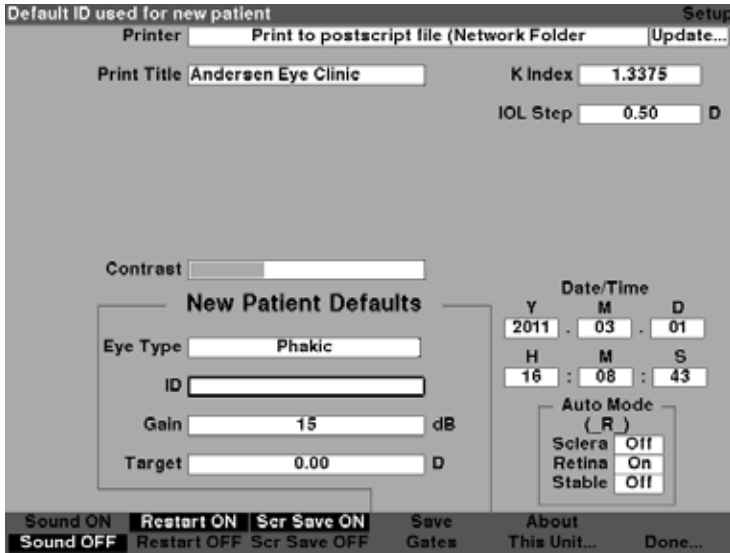

Figura 5-46 Campo de identificación predeterminada seleccionado
1. En la pantalla Setup (Configuración), gire el control giratorio para seleccionar el campo de identificación predeterminada, indicado con un borde negro continuo, como se muestra en la Figura 5-46.